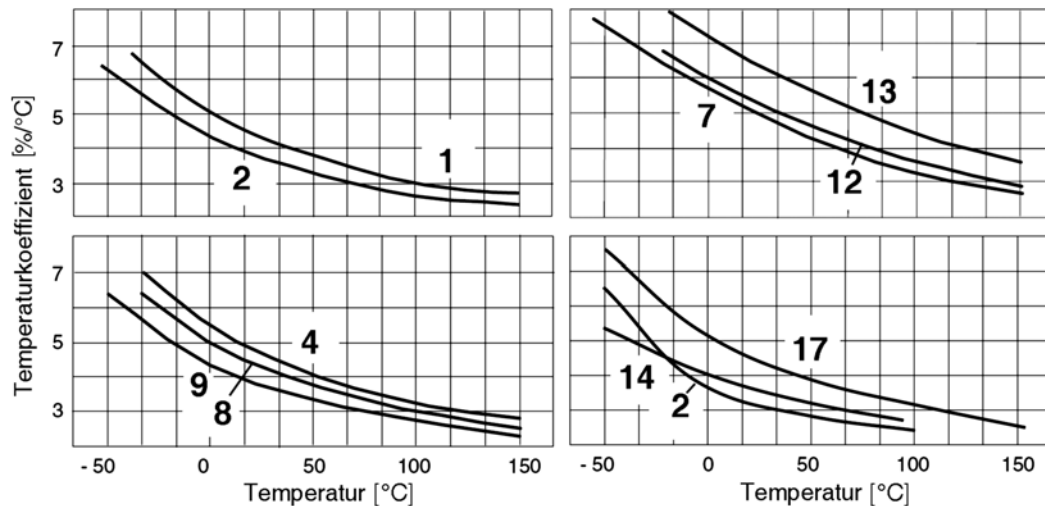

Abb. 1.80 Beispiele standardisierter R-T-Kurven (nach [1.26]). Zu den Kurvennummern vgl. Tabelle 1.20.
*: T_1 ist der nächst-niedrigere, T_2 der nächst-höhere Temperaturwert, z. B. in einer Tabelle ähnlich Abb. 1.80.